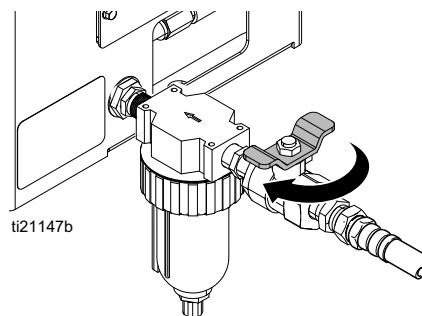

FIG. 11
12. Fixer une conduite d'alimentation en air de 3/8" minimum sur le filtre à air. Voir la FIG. 11.